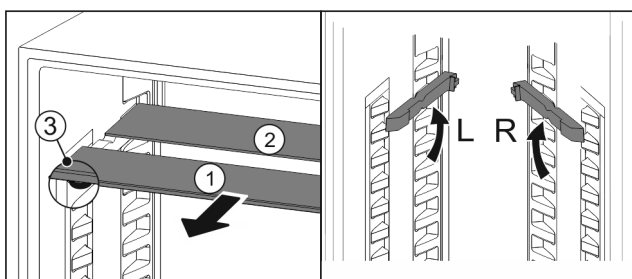

Fig. 19
- ▶ Skleněné desky jednotlivě vytáhněte dopředu Fig. 19 (1).
- ▷ Skleněná deska Fig. 19 (1) s ozdobnou lištou leží vpředu.
- ▷ Zarážky Fig. 19 (3) směřují dolů. Přístroje s mrazničkou.*